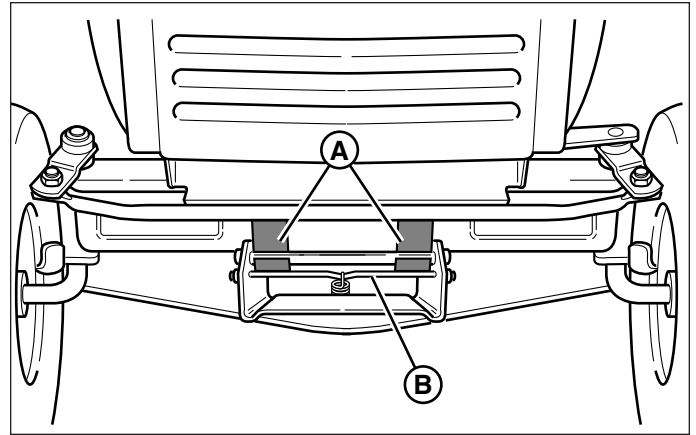

Abb. 12. Mähwerkaufhängung
6. Die Räder gerade ausrichten. Den federbelasteten Hebel (B, Abb. 12) zurückziehen und die Mähwerkaufhängung von den Traktorhalterungen heben.
5. Siehe Abb. 12. Die Räder gerade ausrichten. Den federbelasteten Hebel (B) zurückziehen und gleichzeitig auf die Mähwerkaufhängung heben. Das Mähwerk auf die Traktoraufhängungshalterungen (A) montieren. Bei ordnungsgemäßer Montage befindet sich der federbelastete Hebel vollständig unter den Halterungen.